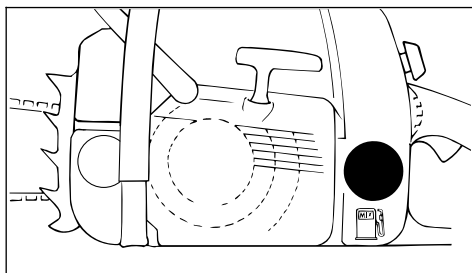

Рис. 39
8.6 Заправка топливом**8.6.1 Подготовка устройства (рис. 39)**